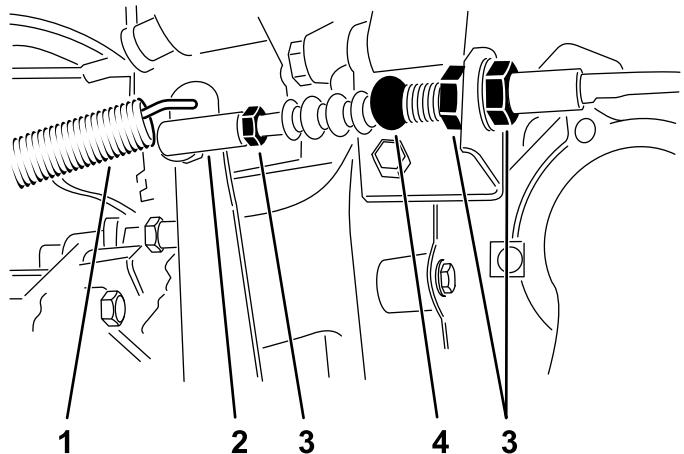

Figura 63
1. Afloje las contratueras que fijan el cable del embrague al soporte de la carcasa (Figura 63).